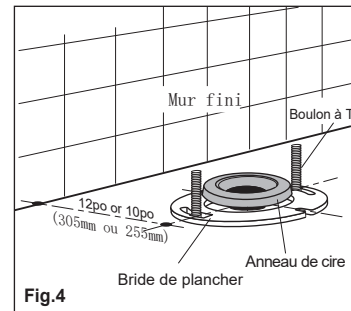

Fig.4
2. Placer l'anneau de cire et le connecteur sur les boulons à T, comme indiqué aux fig. 4 et 5, en veillant à ce qu'il soit positionné pour un dégagement de 10 po (255 mm) ou de 12 po (305 mm), comme illustré à la fig. 1.